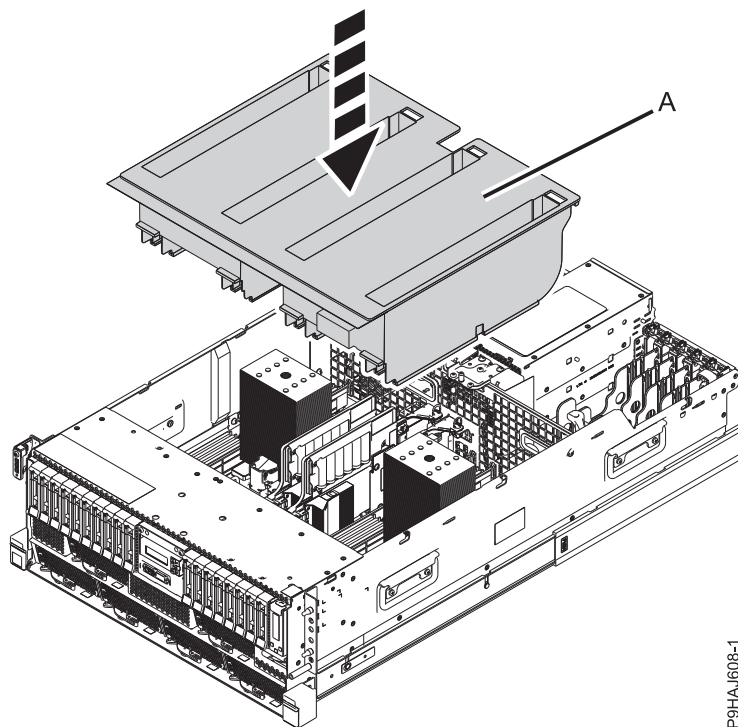
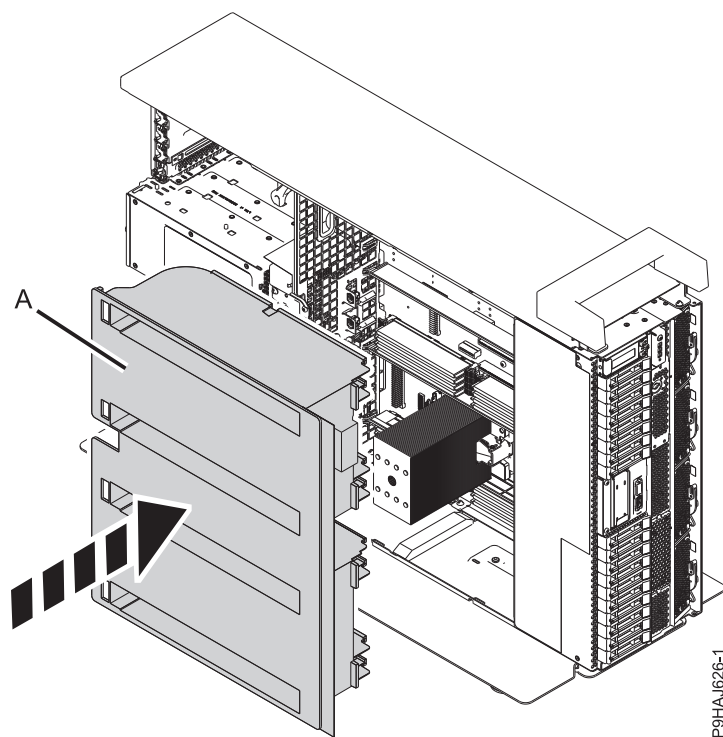

Figura 9. Sustitución del deflector de aire en un sistema montado en bastidor
Figura 10. Sustitución del deflector de aire en un sistema autónomo
10. Para un sistema montado en bastidor, sustituya el deflector de aire (A) en el chasis tal como se muestra en la Figura 9 en la página 12. Para un sistema autónomo, vuelva a colocar el deflector de aire (A) directamente en el lateral del chasis tal como se muestra en la Figura 10 en la página 12. Asegúrese de que la solapa frontal queda doblada debajo del chasis frontal.